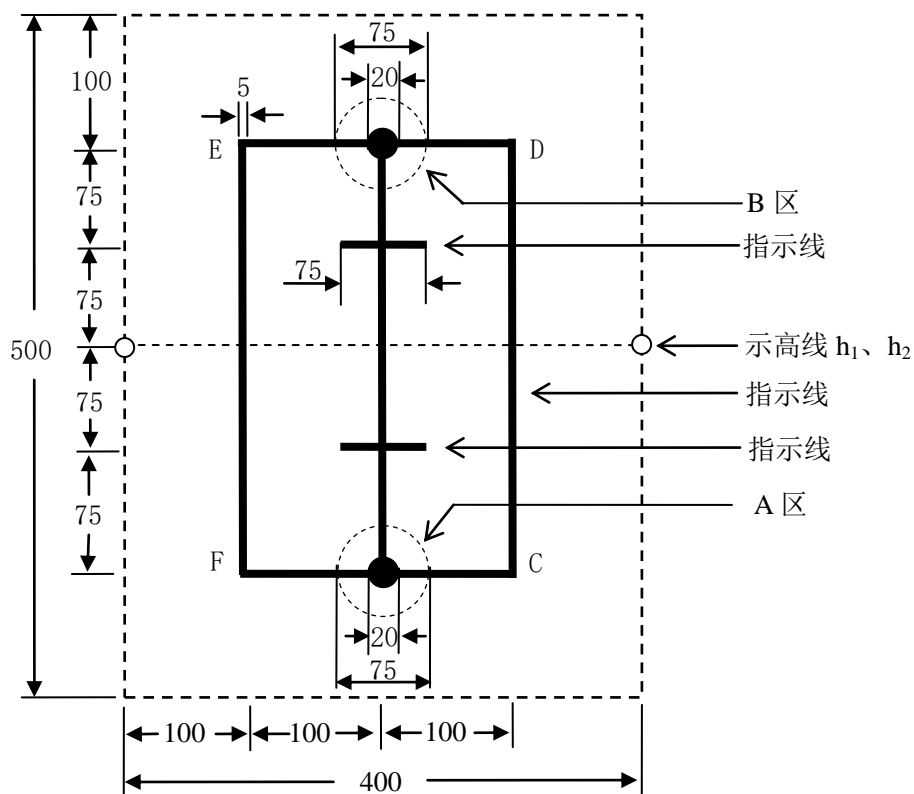
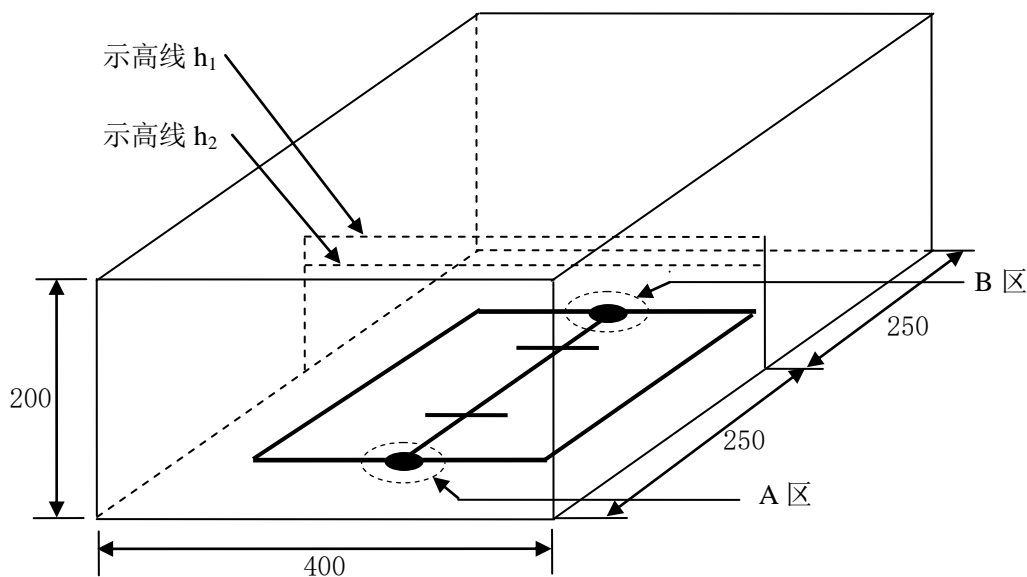

图 1 飞行区域俯视图（图中长度单位：cm）
图 2 飞行区域立体示意图（图中长度单位：cm）
设计并制作一架带航拍功能的多旋翼自主飞行器。飞行区域俯视图和立体图分别如图 1 和图 2 所示。
- (1) 多旋翼自主飞行器（下简称飞行器）摆放在图 1 所示的 A 区，开启航拍，一键式启动，飞行器起飞；飞向 B 区，在 B 区中心降落并停机；航拍数据记录于飞行器自带的存储卡中，飞行结束后可通过 PC 回放。飞行高度不低于 30cm；飞行时间不大于 30s。
- (2) 飞行器摆放在图 1 所示的 A 区，一键式启动，飞行器起飞；沿矩形 CDEF 逆时针飞行一圈，在 A 区中心降落并停机；飞行高度不低于 30cm；飞行时间不大于 45s。
- (3) 制作一个简易电子示高装置，产生示高线  $h_1$ 、 $h_2$ （如激光等）， $h_1$ 、 $h_2$  位于同一垂直平面，飞行器触碰  $h_1$ 、 $h_2$  线时该装置可产生声光报警。示高线  $h_1$ 、 $h_2$  的高度在测试现场可以调整。调整范围为 30cm~120cm。